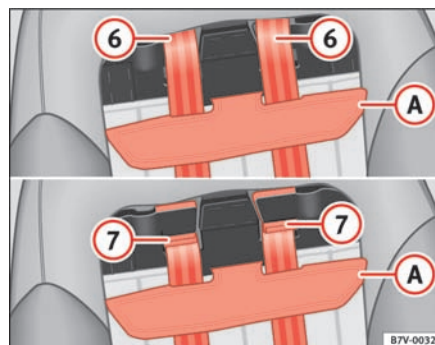

Fig. 36 Udsnit af det integrerede børnesæde: ændring af seleforløb
- Træk holderen i det øverste område ⇒ fig. 36 (A) fremad og af velcrolukningen.
- Til større børn skal du føre de to skulderseler ind i slidserne i siderne i den øverste position (6).
- Skub derefter holderen (A) under selerne, og tryk holderen fast ⇒ ⚠.
Holderen ⇒ side 52, fig. 36 (A) skal trykkes på sædet ved velcrolukningen, så selerne frit kan bevæge sig i slidserne. ■